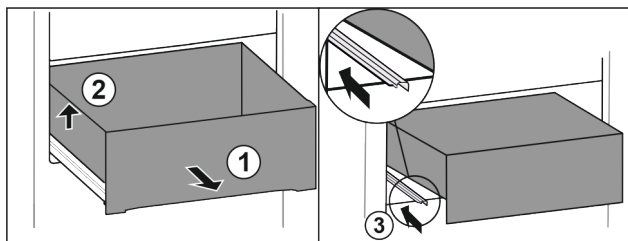

Fig. 88
- Predal izvlecite do omejevala. Fig. 88 (1)
- Dvignite predal levo. Fig. 88 (2)
- Vstavite levo vodilo. Fig. 88 (3)